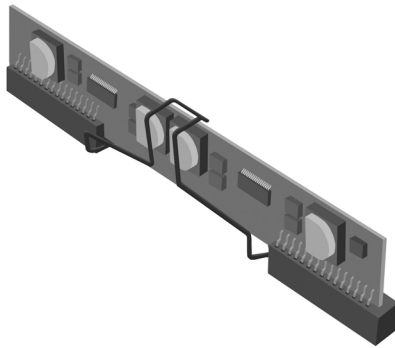

図 4-27 ワイヤクリップの取り外し
- 更新リリースのサーバーには、マザーボードおよび付属の CPU カードの両方に、CPU VRM を定位置に固定するワイヤクリップがあります (図 4-27 を参照)。最初のリリースのサーバーには、これらのクリップはありません。
7. (更新リリースの Sun Fire V40z サーバーのみ) CPU VRM を定位置に固定しているワイヤクリップを外します (図 4-27 を参照)。